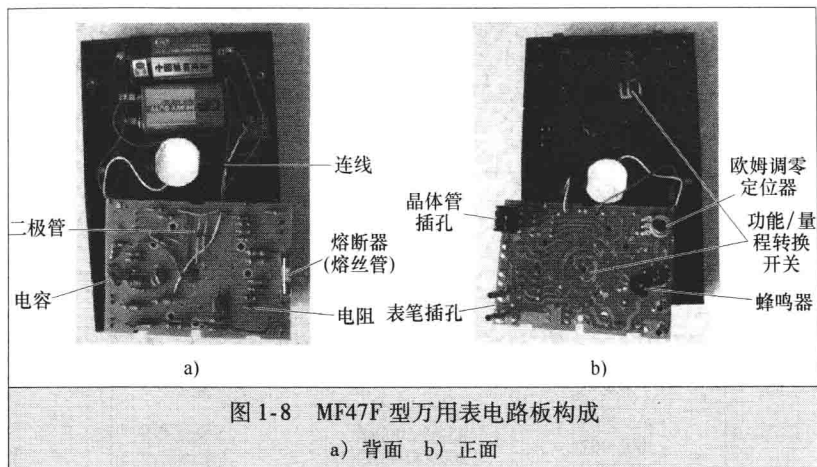

图 1-8 MF47F 型万用表电路板构成
3) 电路板。电路板上不仅有大量的电阻、电容、电感等电子元件, 还安装了功能/量程转换开关, 如图 1-8 所示。